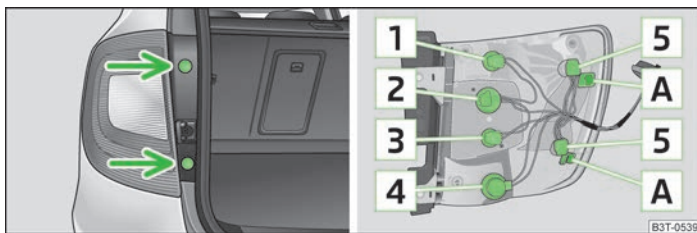

Fig. 191 Desmontar la luz posterior (Combi)
Resumen de la asignación de bombillas » fig. 191.
- Retirar el tapón » fig. 191 y desatornillar con una llave Torx la luz trasera » página 207, Herramienta de a bordo.
- Para volver a montar la luz posterior, introducirla primero con las aberturas [A] » fig. 191 sobre los pernos en la carrocería.